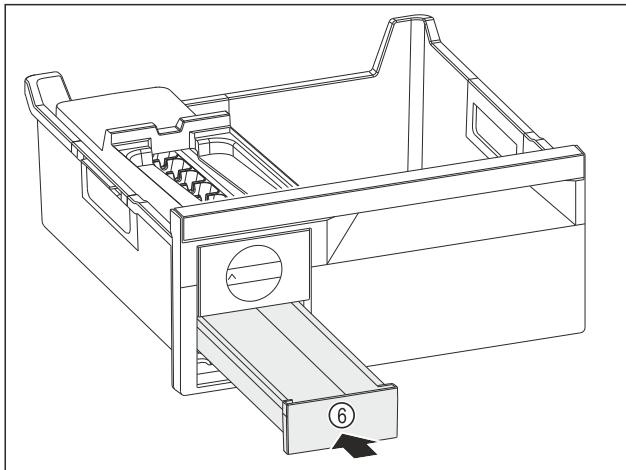

Fig. 150
- Työnnä jääkuutiolokero Fig. 150 (6) sisään.